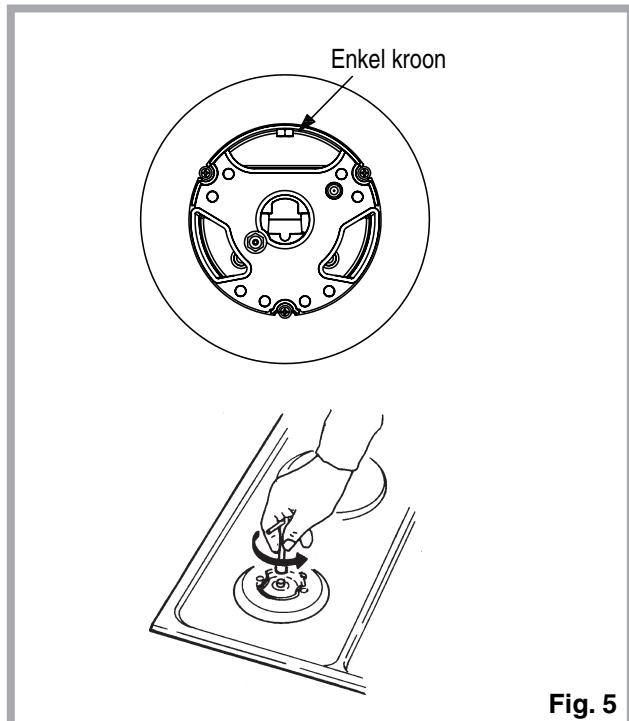

Fig. 5
Aanpassing aan verschillende soorten gas (Fig. 5)
- de sproeiers (Fig. 5) te vervangen door deze nodig voor het soort te gebruiken gas (zie tabel "Karakteristieken gebruikers")